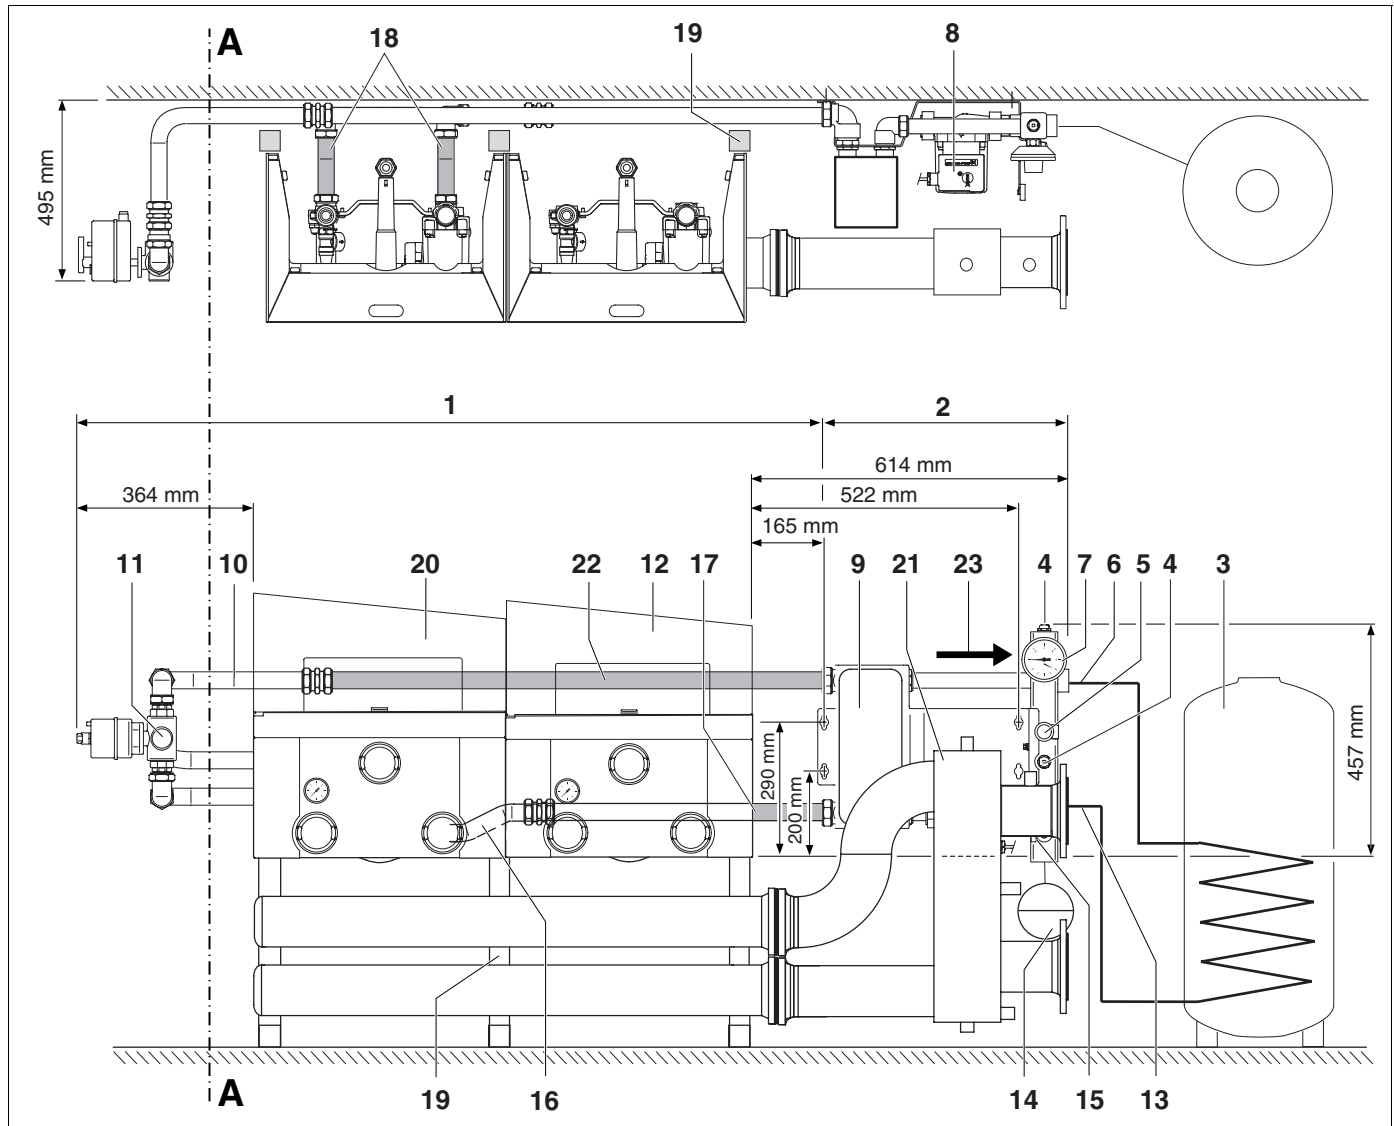

fig. 5 Cascade lijnopstelling TL boiler rechts
- Kies voor deze opstellingsmogelijkheid bij meervoudige lijnopstelling (cascadeopstelling TL), waarbij de boiler aan de rechterkant van de cascadeopstelling is geprojecteerd. Zie fig. 5.
- Monteer het Nefit TopLine cascadeframe (fig. 5, pos. 19) volgens de bijbehorende installatie-instructie.
- Monteer de Nefit TopLine HR 70 (fig. 5, pos. 12) op de linkerpositie aan het cascadeframe volgens de bijbehorende installatie-instructie.
- Sluit de Nefit TopLine aansluitset cv/ww (fig. 5, pos. 1) aan op de Nefit TopLine HR 70 volgens de bijbehorende installatie-instructie. Maak hierbij gebruik van de **lange** leidingdelen (180 mm), fig. 5, pos. 18. Hierbij lopen de aansluitleidingen aanvoer en retour tussen de staanders van het cascadesysteem en de wand door. Monteer de boiler-aanvoerleiding primair en boilerretourleiding primair (fig. 5, pos. 10 en 16) naar **rechts**.
- Monteer de boilerretourleiding primair (= gebogen retouraansluitleiding (meegeleverd)) (zie fig. 1, pos. 3 en fig. 5, pos. 16).
Af fabriek is de Nefit TopLine scheidingsunit 70 kW (fig. 5, pos. 2) geschikt voor opstellingen waarbij de boiler aan de linkerkant van het cv-toestel is geprojecteerd. Dit betekent dat de scheidingsunit voor de hier besproken opstellingsmogelijkheid moet worden omgebouwd. In fig. 5 is te zien hoe de scheidingsunit moet worden omgebouwd. Ga hierbij als volgt te werk:
- Demonteer de complete pomp en draai de pomp 180°. De juiste stromingsrichting wordt aangegeven door de pijl (fig. 5, pos. 23). De stromingsrichting moet overeenkomen met de pijl op de zijkant van het pomphuis.
- Verwissel de handontluchter en de overstort aan de voorzijde van de koker (plaats de handontluchter (fig. 5, pos. 4) onder, plaats de overstort (fig. 5, pos. 5) erboven).
- Verwissel de vul- en aftapkraan en de druk-/temperatuurmeter (plaats de vul- en aftapkraan (fig. 5, pos. 15) onder, plaats de druk-/temperatuurmeter (fig. 5, pos. 7) boven).
- Demonteer de handontluchter aan de kopse kant en monteer deze aan de andere kopse kant (fig. 5, pos. 4).
- Maak het verlengstuk boileraanvoerleiding primair en het verlengstuk boilerretourleiding primair (niet meegeleverd) (fig. 5, pos. 17 en 22) op de gewenste maat en monteer deze. Gebruik hiervoor dunwandige cv-buis van Ø 35 mm.
- Bevestig de Nefit TopLine scheidingsunit 70 kW met de meegeleverde schroeven en pluggen (fig. 1, pos. 4) aan de wand. Indien er geen wand aanwezig is, maak dan gebruik van standaard in de handel verkrijgbare montagepoten. De maten van het gatpatroon zijn aangegeven in fig. 5.